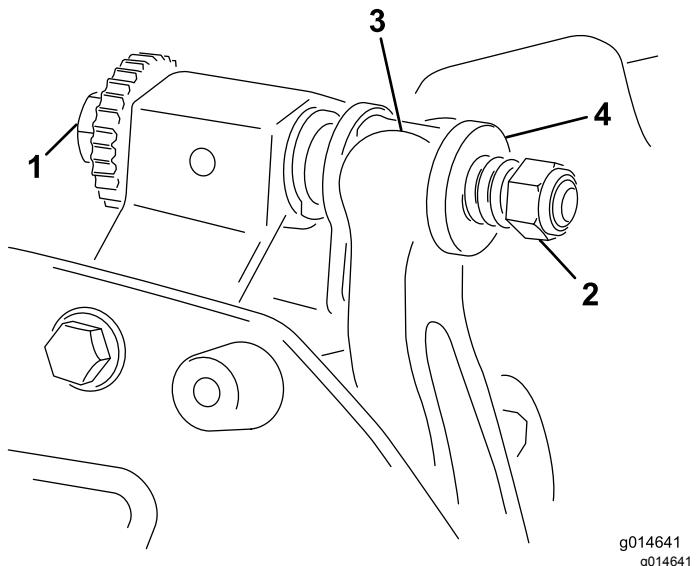

Figura 18
1. Gire el tornillo de ajuste de la barra de asiento en el sentido contrario a las agujas del reloj para alejar la contracuchilla del molinete (Figura 18).
2. Afloje la tuerca de tensado del muelle hasta que el muelle deje de presionar la arandela contra la barra de asiento (Figura 18).